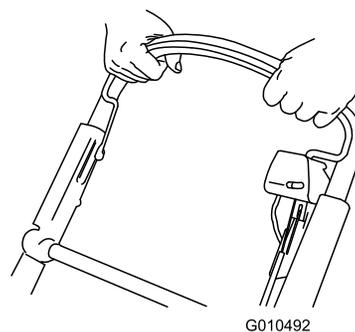

Figura 26
2. Sujete la barra de control de las cuchillas contra el manillar (Figura 26).